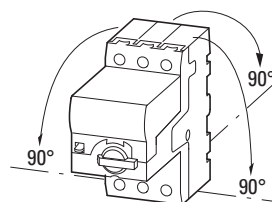

Abbildung 9: Zugelassene Einbaulage für Motorschutzschalter PKE
- ▶ Montieren Sie den Motorschutzschalter nur wie in Abbildung 9 dargestellt.